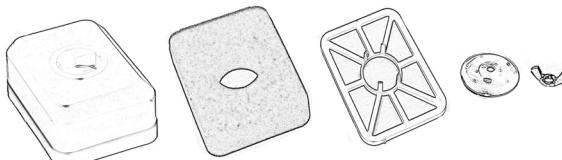

Figure 21
- Essorez délicatement le filtre et laissez-le sécher. Fig. 21.